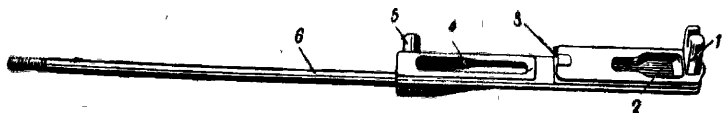

Рис. 23. Затворная рама со стержнем газового поршня:
**Затворная рама** (рис. 23) служит для сведения боевых упоров и для приведения в движение затвора; она соединяет